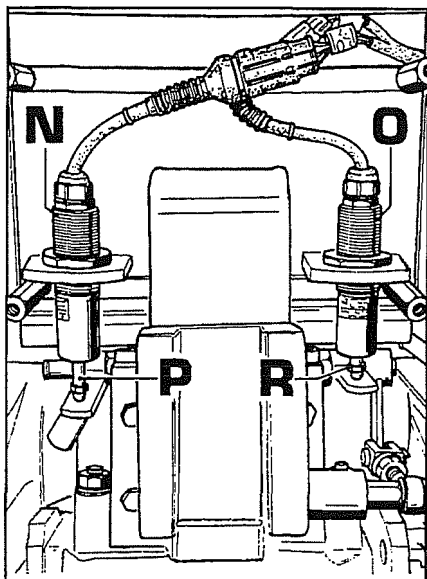

Fig. 42
1. Togliere la protezione posteriore applicata al supporto sedile al fine di scoprire i sensori con relativi leveraggi (vedi fig.42) di cui **N** è il sensore comando posizione e **O** il sensore comando sforzo.
3. Verificare che i puntali **P-R** si trovino a contatto coi relativi leveraggi e che la loro corsa si trovi all'incirca posizionata come in fig.42.
SENSORE DELLA POSIZIONE (N fig.42):
Il campo di lettura da 1,8 a 3,4 Volt si ottiene con sollevatore tutto abbassato facendo fare manualmente tutta l'escursione al puntale **P** (fig.42) del sensore, rispettivamente da tutto fuori a tutto dentro.
SENSORE DELLO SFORZO (O fig.42):
Il campo di lettura da 1,8 a 3,4 Volt si ottiene con sollevatore tutto abbassato e facendo fare manualmente tutta l'escursione al puntale **R** (fig.42) del sensore, rispettivamente da tutto fuori a tutto dentro.
Nota - Per permettere l'escursione del puntale **R**, occorre scollegare l'asta di collegamento tra attacco 3° punto e leveraggio comando sensore (vedi fig.42).